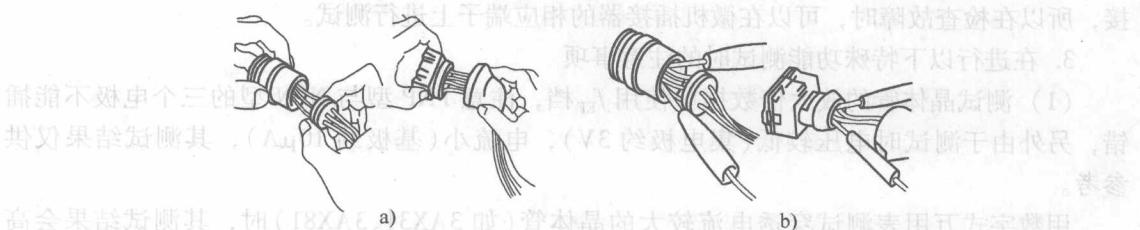

图1-3 检查防水型插接器
(1) 拆卸蓄电池时应先拆下负极导线，安装蓄电池时应最后连接负极导线，而且应确保点火开关及其他开关均已关闭，否则会使半导体器件损坏。
(2) 拆装任何元器件时应先切断电源，不要硬撬猛砸，安装插接件时，应保证将其插至底。电控单元线束应用卡子固定，拆装时注意线束不被损坏或卡住。
(3) 检查线路故障应先检查熔断器、接线端和插接器，用万用表表笔从插接器前端插入，检查时不可用力过大，以免引起端子变形。
(4) 除在测试过程中的特殊指明外，不能用指针式万用表测试电控单元和传感器，应使用高阻抗数字式万用表，万用表内阻应不低于 $10k\Omega$ 。
(5) 在测量电压时，点火开关应接通(ON)，蓄电池电压应不低于11V。
(6) 在用万用表检查防水型插接器时，应小心取下皮套(图1-3)。用测试笔插入插接器检查时，不可对端子用力过大(图1-3b)。检测时，测试表笔可以从带有配线的后端插入(图1-4a)，也可以从没有配线的前端插入(图1-4b)。